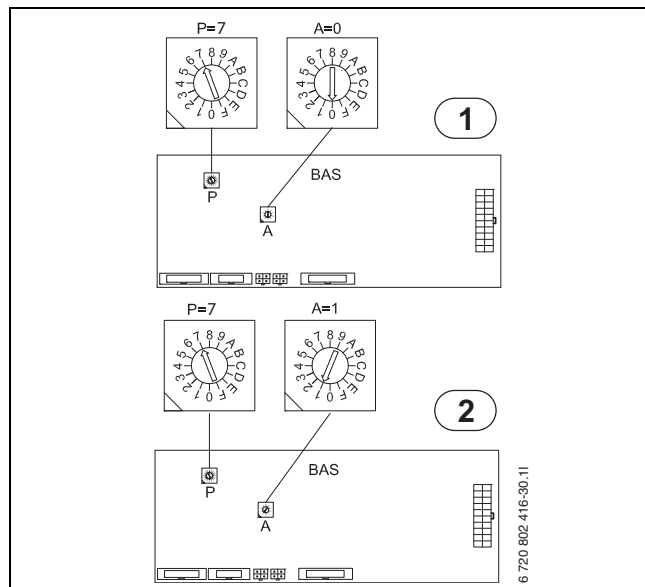

Bild 65 Adressierung von Wärmepumpe 1 und 2 bei Kaskadenschaltung.
6. Die Adressierung der BAS-Karte (Wärmepumpe 2) von A=0 in A=1 ändern (→ Bild 65). Den Terminierungsschalter auf der PEL-Karte (Wärmepumpe 2) in die Position "Term" schalten.